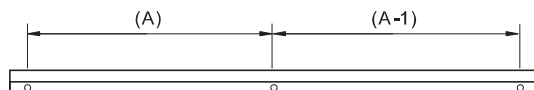

Fig. 1
1.2 Po wybraniu pozycji szafki lustrzanej należy sprawdzić, czy ściana jest solidna, zmierzyć odległość między otworami (A, A-1) w listwie ze stopu aluminium za pomocą taśmy mierniczej i zaznaczyć ją na ścianie ołówkiem (rys. 1).